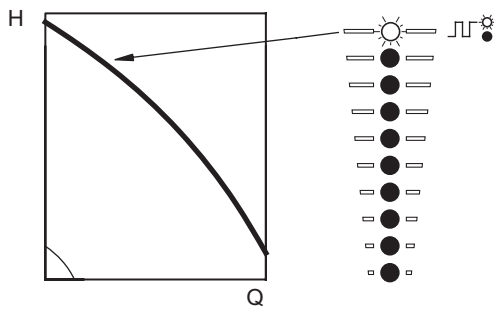

Рис. 29 Эксплуатация при максимальной характеристике
**Пример:** Насос настроен на максимальную характеристику. На рис. 29 показано, что верхнее световое поле мигает, отображая максимальную характеристику.